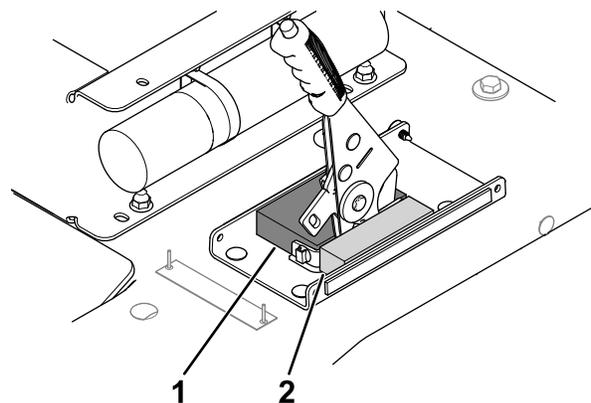

Figure 14
4. Retirez la pellicule protectrice et installez la plaque isolante de frein (Figure 14).